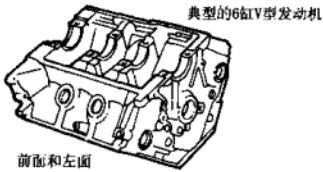
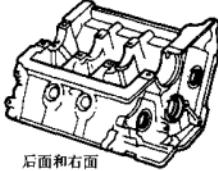

图 1-11 典型的6缸V型发动机气缸体图
图 1-12 典型的6缸V型发动机气缸体图
2. 维修气孔和砂眼方法（如图 1-11 和图 1-12 所示）